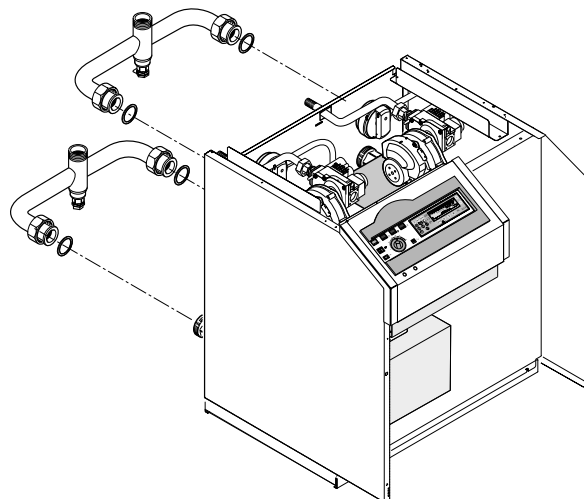

Bild 32 KBR 23-90 und KBR 30-120
- Kessel-/Vorlauffühler TAC-M (NTC): in Tauchhülse am Vorlaufsammler (Bild 32, oben).
- Kessel-/Vorlauffühler Kaskadenplatine (NTC): in Tauchhülse am Vorlaufsammler (Bild 32, oben).